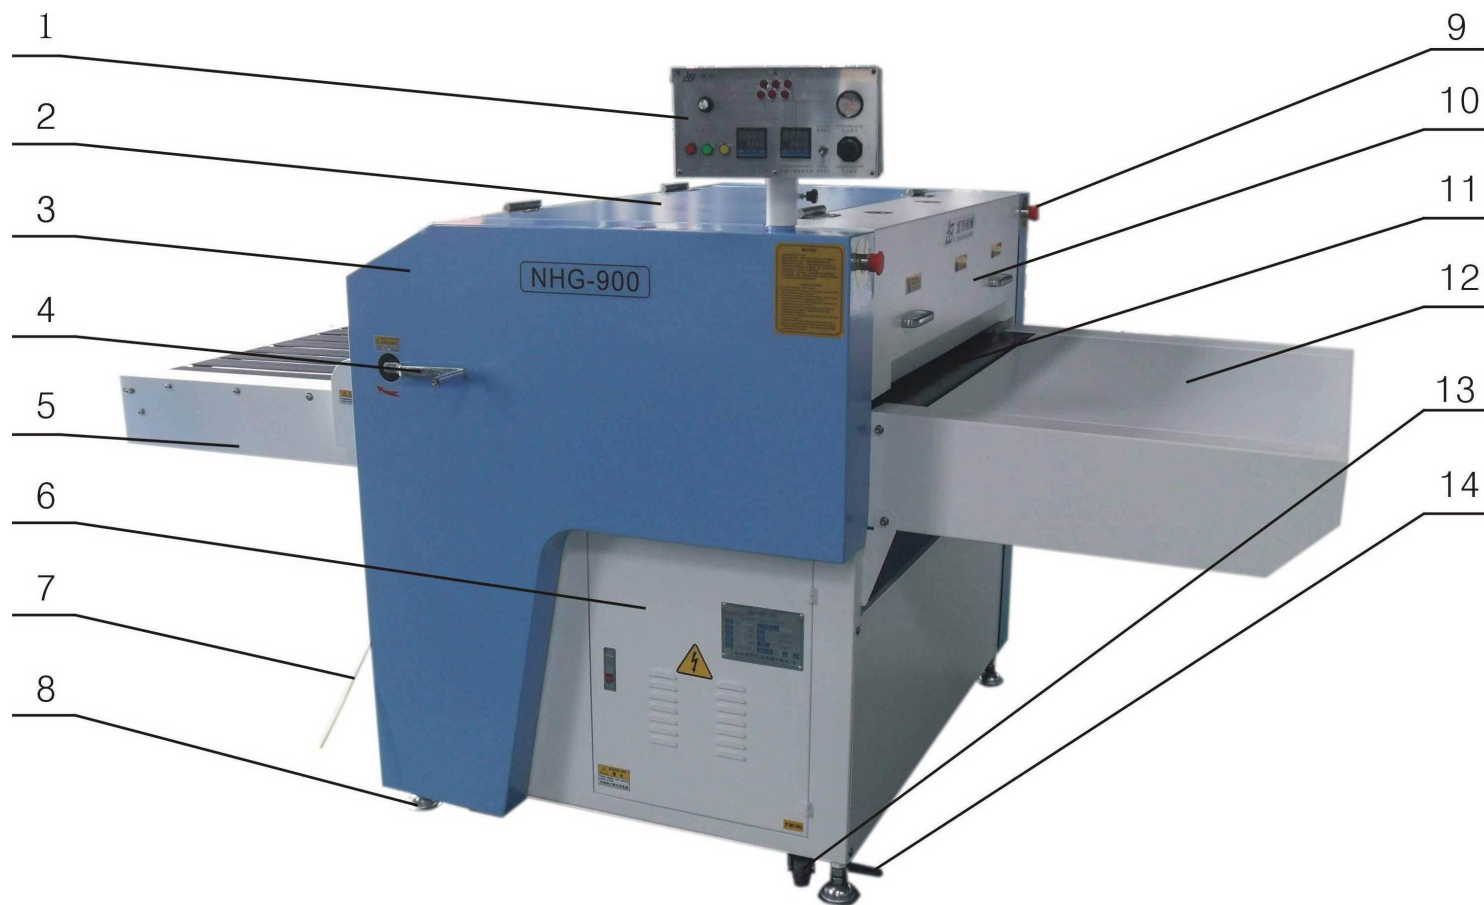

图 1 、NHG900~1200-Q 型粘合机
NHG900~1200-Q 型辊式粘合机（图 1）是我公司研制开发的一款中型的气动加压及自动纠偏型热熔式粘合机。最大粘合宽度（输送带宽度）为 900~1200 mm。本机采用变频无级调速技术，输送带的工作速度可以在 0~8m/min 之间无级调速，具备宽广的工艺适应性，并且具备自动的气压型纠偏功能，即在粘合工作过程中，能够使输送带始终保持居中的合适位置工作，当它发生偏移时，能自动的借助各纠偏限位开关及相应的电磁气阀和气缸的推动，使辊筒位置作适当的调整，使输送带能始终保持正确的位置。当上述纠偏动作还不足以克服偏移状况而产生过大的偏移时，则能自动停机，以便查清跑偏原因，并消除之后继续工作。当气源供气压力过低时，本机不能启动；使用时若气压过低，无法纠偏，也能自动停机。
2、本机电源应采用三相四线制 380V 电源，最大耗电功率为 12.5（13.5）kW。用户自行选用并安装好隔离开关，规格和容量必须满足上述要求，并安装安全接地线。电源线接入点在机架体左前方，电器箱的左下角处（见图 1）。
4、压缩空气气压为 0.7MPa，用户应当用 DN15（G1/2）镀锌水管接到本机进气口附近，末端安装 1 只截止阀。以上由用户自备。供方随机供应 1/2×Φ8 锁母 1 套、Φ8×1 尼龙软管 1m，Φ8×5(1/4)快换接头 1 套，用于截止阀至进气三联件间的连接。进气口位置在机架体左后方（见图 1）。